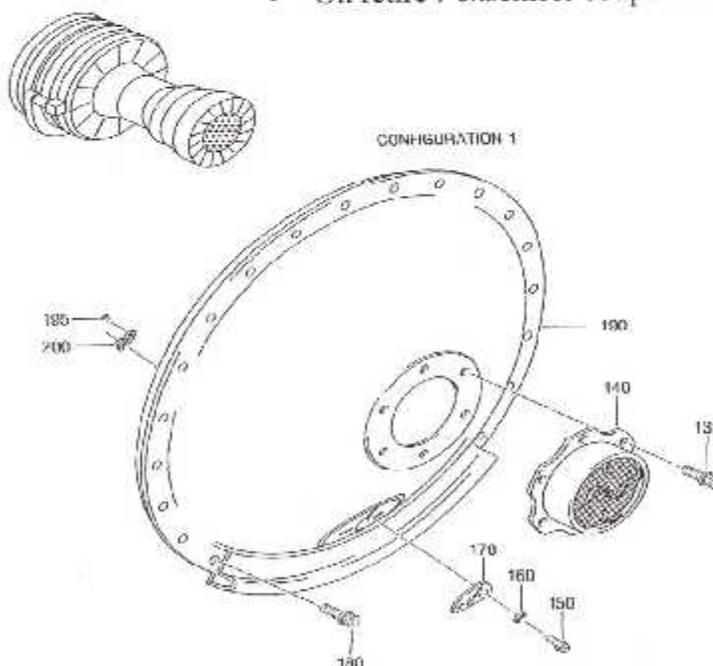

Fig. III. 9 : Dépose du Coupe- Feu et les Brides d'Assemblage.
- a. On dépose l'ensemble coupe-feu (fig. III. 9) comme suit :